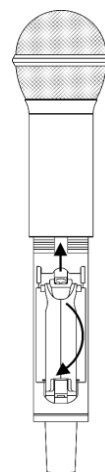

Fig. 07
- 02) Tire del perno de retención hacia arriba y al mismo tiempo tire del soporte para las baterías hacia abajo para acceder al alojamiento de las baterías (Fig. 07).